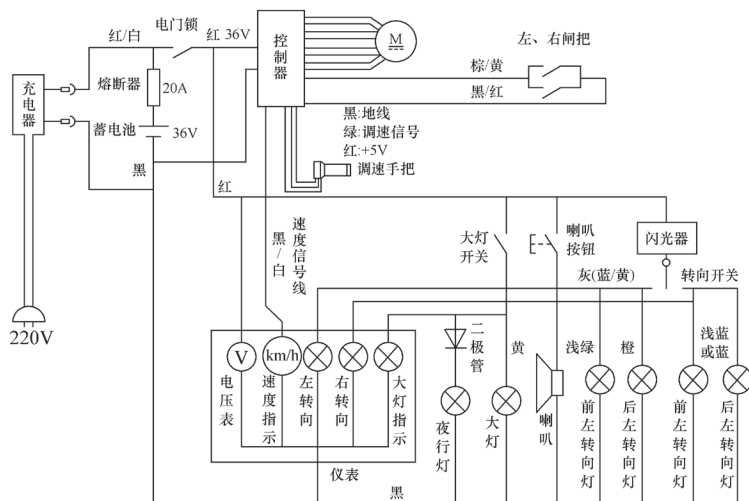

图 9-1 某品牌电动自行车电路
故障检修：该车的电路如图 9-1 所示。
- 1) 该电动自行车电路如图 9-1 所示。电动自行车蓄电池对信号、照明系统直接供电，即电喇叭额定电压为 36V。